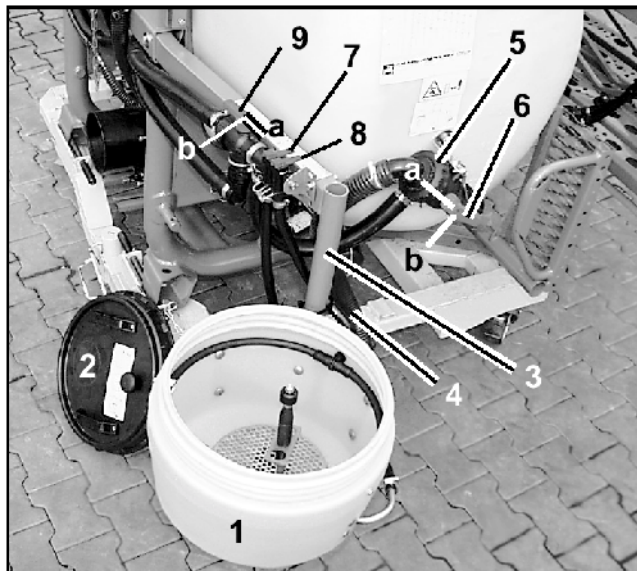

Fig. 10.20
- Envejshansen (fig. 10.20/ 8) til ringslangen lukkes.
- 3-vejshane (fig. 10.20/ 6) luk (position "b").
Ved at pumpe væsken rundt skal kvælstoffet opløses fuldstændigt, før sprøjtearbejdet påbegyndes (3-vejs-hanen (fig. 10.20/ 9) sættes i position "a"). Ved opløsning af større kvælstofmængder sker et kraftigt temperaturfald i sprøjtevæsken, herved opløses kvælstof kun langsomt. Jo varmere vandet er, jo hurtigere og bedre opløses kvælstof.